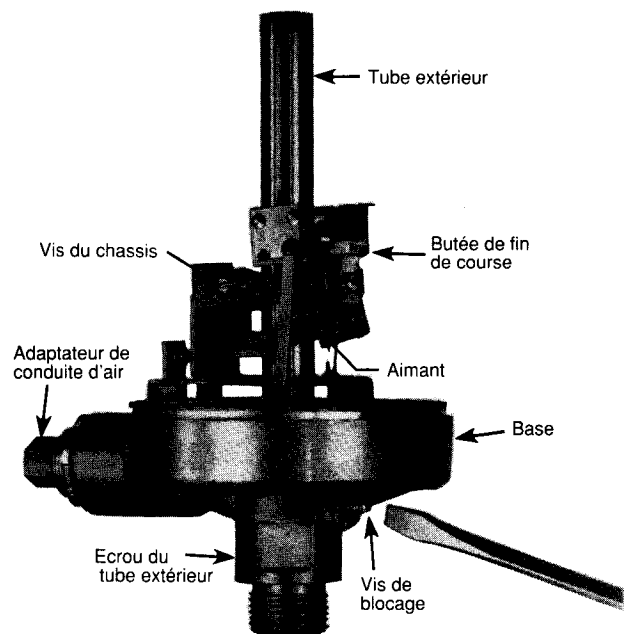

Figure 5
1. Desserrer la vis de blocage spéciale au-dessus de l'écrou du tube extérieur et la vis du bâti. Voir **figure 5**.
2. Desserrer d'environ 3 à 4 tours la vis de blocage spéciale au-dessus de l'écrou du tube extérieur et la vis du châssis. Voir **figure 5**.
- A. Retenir l'aimant contre la butée de fin de course. Voir figure 5.